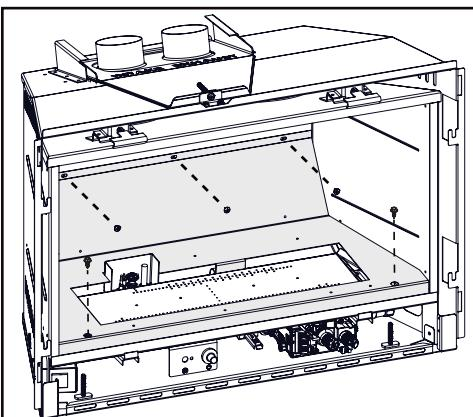

Fig. 1
- 3. Dévissez les 5 vis qui maintiennent le plateau de présentation en place, puis soulevez et retirez le couvercle (**Fig. 1**).